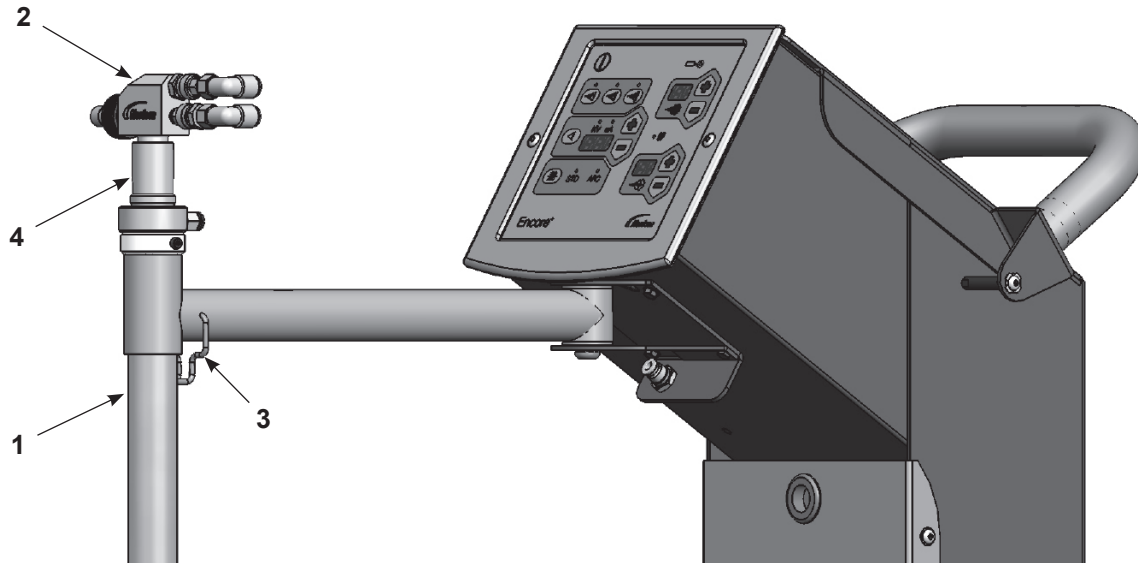

Figure 3-7 Installation du tube de prélèvement pour pistolet Encore LT et de la pompe
4. Voir la Figure 3-7. Pivoter le porte-tube sur le côté et monter le tube de prélèvement (1) dans le bras.
5. Monter la pompe (3) dans le support de pompe (2) avec un léger mouvement de torsion.